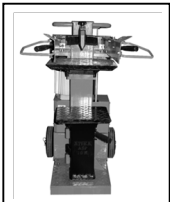

Fig.12
Ce contrôle doit être fait la machine en position transport vérin rentré comme sur la fig.12
- Le transport doit se faire avec le vérin rentré comme sur la fig.12